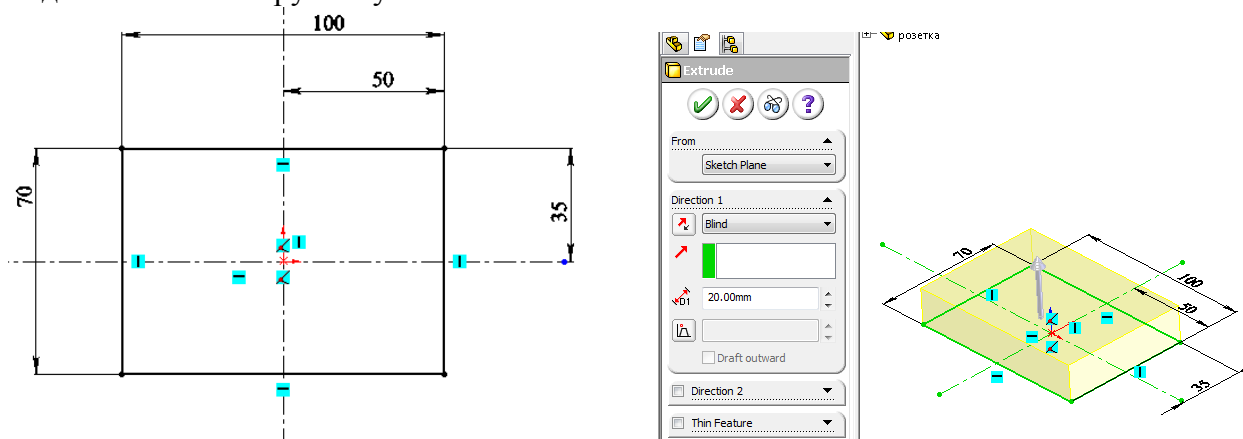

Рис. 6.1.2. Створення основи розетки
2. Створіть основу моделі, шляхом витягування ескізу на рис. 6.1.2 на 20 мм за допомогою інструменту ВИТЯНУТА БОБЫШКА